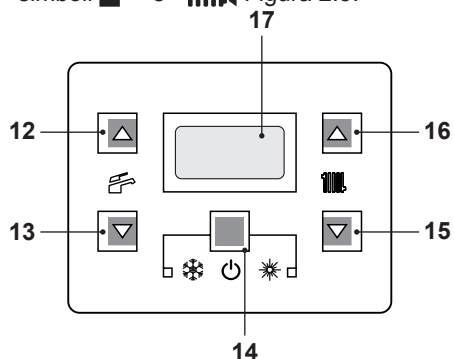

Figura 2.3
- Tenere premuto per 2 secondi il tasto 14 fino a far apparire sul display entrambi i simboli  e . Figura 2.3.